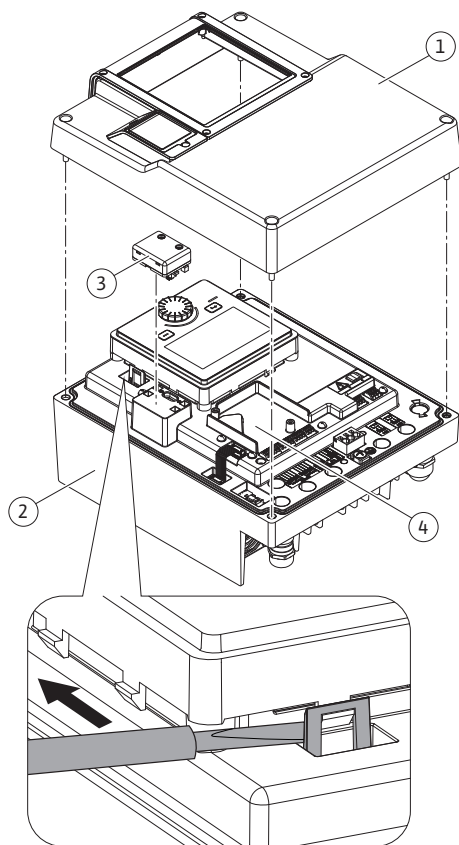
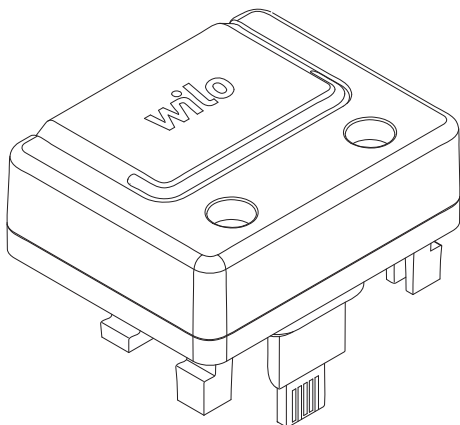

Fig. 25: Elektronikkmodul
Fig. 26: Wilo-Smart Connect modul BT
1. Åpne forsiktig holderne (Fig. 25) med et verktøy (f.eks. skrutrekker).
Bluetooth-grensesnittet Wilo-Smart Connect modul BT (Fig. 25, pos. 3 og Fig. 26) brukes for tilkobling til mobile enheter som smarttelefoner og nettbrett. I Wilo-Assistant-appen er Wilo-Smart Connect-funksjonen. Med Wilo-Smart Connect-funksjonen kan man styre og stille inn pumpen samt lese ut pumpedata. For innstillinger kan du se kapittelet «Oppstart» [► 47].
1. Løsne de fire skruene til overdelen (Fig. 25, pos 1; Fig. I, pos. 2) av elektronikkmodulen.
3. Sett inn Wilo-Smart Connect modul BT på tiltenkt grensesnitt Wilo-Connectivity Interface. Se Fig. 25, pos. 3.
CIF-moduler (tilbehør) brukes for kommunikasjon mellom pumper og bygningsautomatiseringsteknikk. CIF-modulene kobles til elektronikkmodulen (Fig. 25, pos. 4)